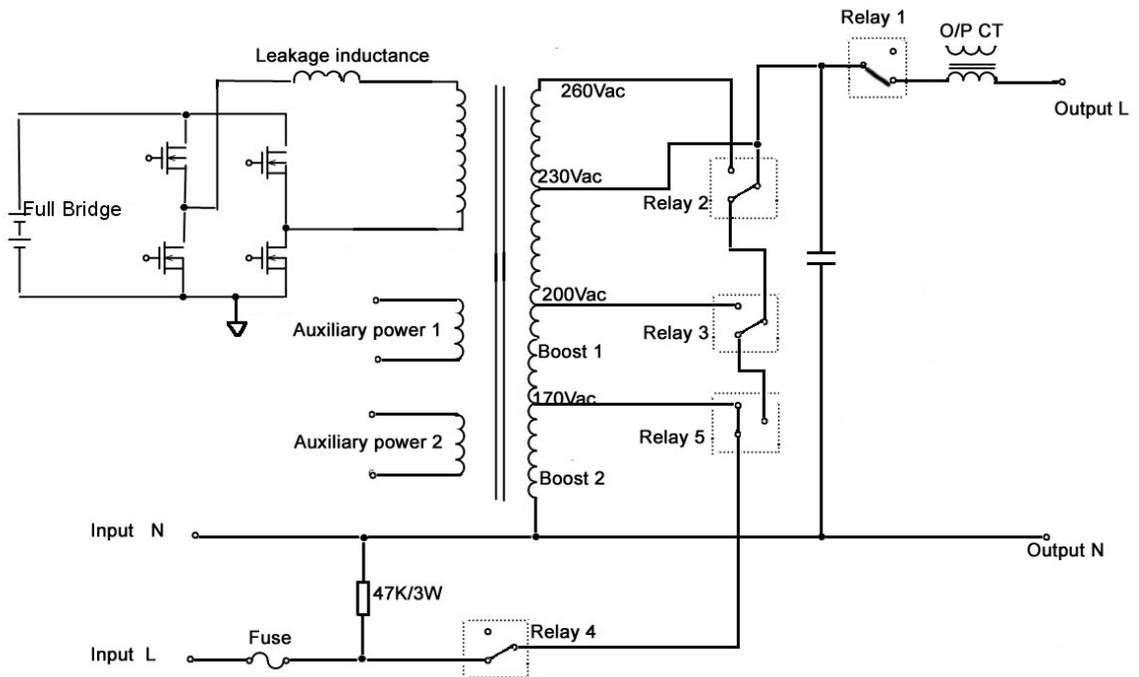

Рис.2.3 ИБП в режиме стабилизации (повышения) входного напряжения (Boost 2)
- если входное напряжение  $\leq 170VAC$ , AVR подключает к трансформатору повышающую обмотку Boost 2 (реле 5), обеспечивая нормальное напряжение на нагрузке и корректное напряжение заряда АБ. Контроль мощности нагрузки и выработка служебных напряжений осуществляется аналогично нормальному режиму (см. рис.2.3)